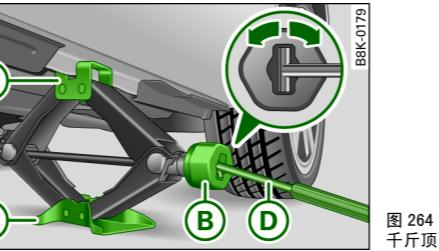

图 264 更换车轮：汽车千斤顶
- 通过手轮 **(B)** 将汽车千斤顶尽量升高, 直到固定爪 **(C)** 完全包住车上的槽口 ⇒ 图 264。
- 现在将摇柄 **(D)** 安装到汽车千斤顶上: 将摇柄插入到手轮的开口中 ⇒ 图 264。向左或向右旋转摇柄进行固定。